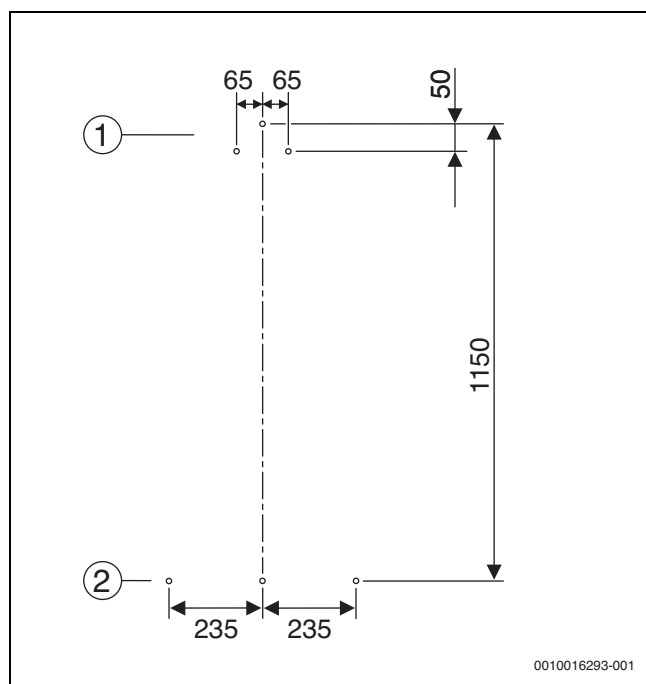

Bild 24 Maße für Bohrlöcher
- ▶ Bohrlöcher nach Bild 24 an Wand anzeichnen.